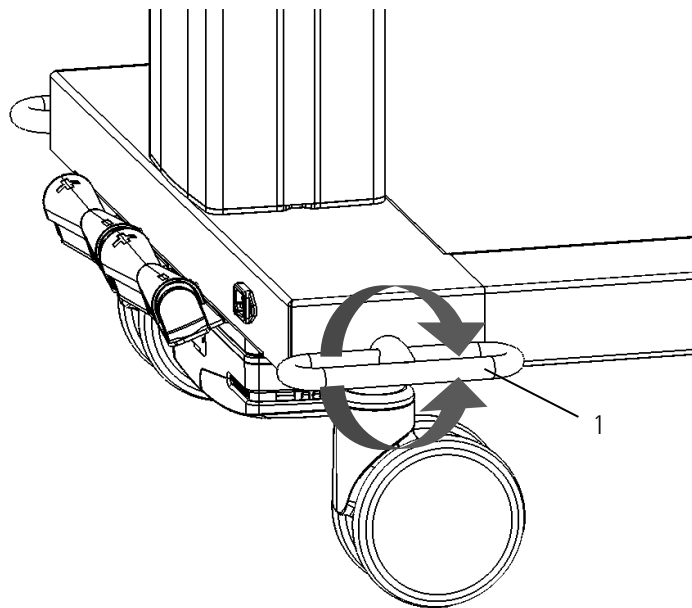

Abbildung 1
Die Liege verfügt an den Seiten über einen Tritthebel (1). *Abb. 1*